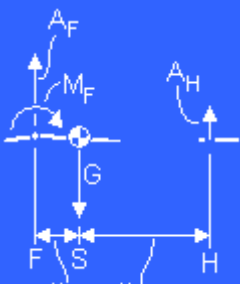

Abb.5
- c_M (in Formel (2)) ist mit der Wahl des Flügelprofils und der Streckung des Flügels vorgegeben, also ein Konstruktionsmerkmal des Flugmodelles. Bitte beachten Sie, daß ausgeschlagene Wölbklappen das c_M des Flügels verändern, daß also die folgenden Abschätzungen für verschiedene Wölbklappenstellungen vorgenommen werden müssen.
- l_μ (ebenfalls (2)) wird aus der Tragflächengeometrie abgeleitet (siehe unten) und ist ein Konstruktionsmerkmal des Flugmodelles.
- c_A (in (4)) ändert sich mit dem Anstellwinkel. Da wir für einen vorgegebenen Flugzustand (Schleichen, flott fliegen) die Stabilitätsbedingung erfüllen müssen ist das c_A eine Eingangsgröße.
- x_{FS} (in (4)): Der Abstand (nur in Längsrichtung) zwischen dem Neutralpunkt des Flügels und dem Schwerpunkt. x_{FS} wird positiv gezählt wenn der Schwerpunkt hinter dem Flügel-Neutralpunkt liegt. Da wir selbst bei einem fertig aufgebauten Flugmodell den Schwerpunkt in Grenzen einstellen können ist x_{FS} eine wichtige Eingangsgröße. Es ist sinnvoll, durch einen (anfangs blöd aussehenden) Algebra-Kniff x_{FS} nicht direkt anzugeben, sondern in "Bruchteilen der mittleren Flügeltiefe", also x_{FS}/l_μ anstelle x_{FS} . Formel (4) wird also in (4a) geändert. (Den Unterschied zwischen Profil- und Flügel-Neutralpunkt lernen wir in **Teil 2** kennen - hier betrachten wir der Einfachheit halber beide als gleich).
- c_{AH} (Formel (5)) ändert sich mit dem Anstellwinkel des Höhenleitwerkes (und Trimmung). c_{AH} ist die einzige Größe, mit der auch während des Fluges kleinere "Gleichgewichtsstörungen" korrigiert werden können. Aus c_{AH} kann man den erforderlichen Anstellwinkel des Höhenleitwerkes ausrechnen. c_{AH} ist ein Zwischenergebnis der (Gleichgewichts- und) EWD-Berechnung.
- x_{SH} (in (5) und Abb. 5) ist der Abstand des Höhenleitwerkes vom Schwerpunkt. Der Abstand wird bei Normalflugzeugen positiv gemessen (Höhenleitwerk hinter dem Flügel-Neutralpunkt), bei Canards aber negativ. Auch hier tut man lieber etwas umformulieren und x_{SH} lieber in "Vielfachen der Tragflächentiefe" angeben, also x_{SH}/l_μ anstelle von x_{SH} . Formel (5) wird also in (5a) geändert.
- q : Den Staudruck können wir ausklammern und, da er selbst nicht Null wird, weglassen. Daraus folgt: Aussagen zu Gleichgewicht und Stabilität sind nur in ganz geringem Maße abhängig von der Fluggeschwindigkeit: Aufgrund der Fluggeschwindigkeit errechnen wir das nötige c_A (Formel (1)), danach kommen wir ohne den Staudruck aus.